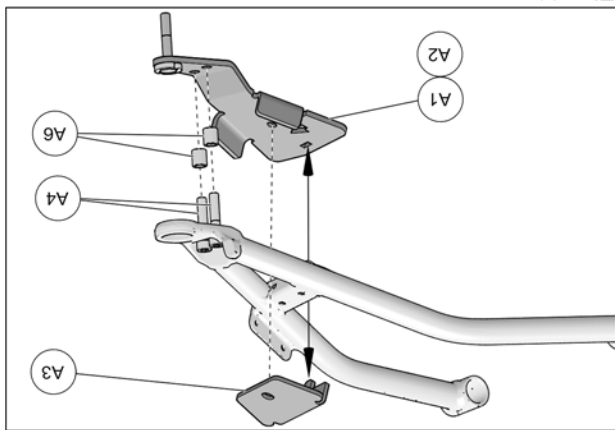

Fig. 18
7. Glisser les espacateurs (A6) sur les vis à six pans l'ancrage anti-rotation (A1-A2) sous le bras de suspension inférieur, en insérant les vis (A4) à travers les trous de l'ancrage. Positionner la partie supérieure (A3) au-dessus du bras de suspension et insérer le tenon de la partie plîée dans la mortaise de la partie inférieure. Voir Fig. 18